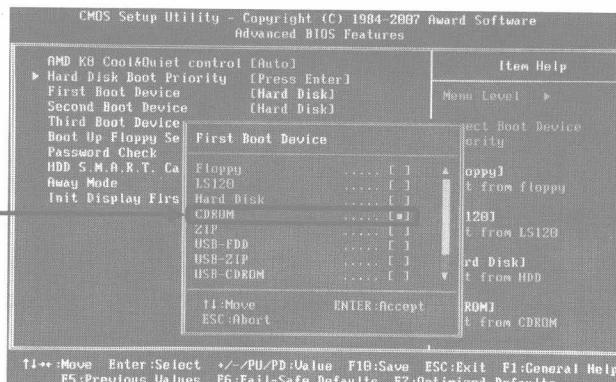

图 1-5
⑤ 按下【Enter】键进入如图 1-5 所示的【First Boot Device】设置界面，然后按下【↓】键选择【CDROM】选项。